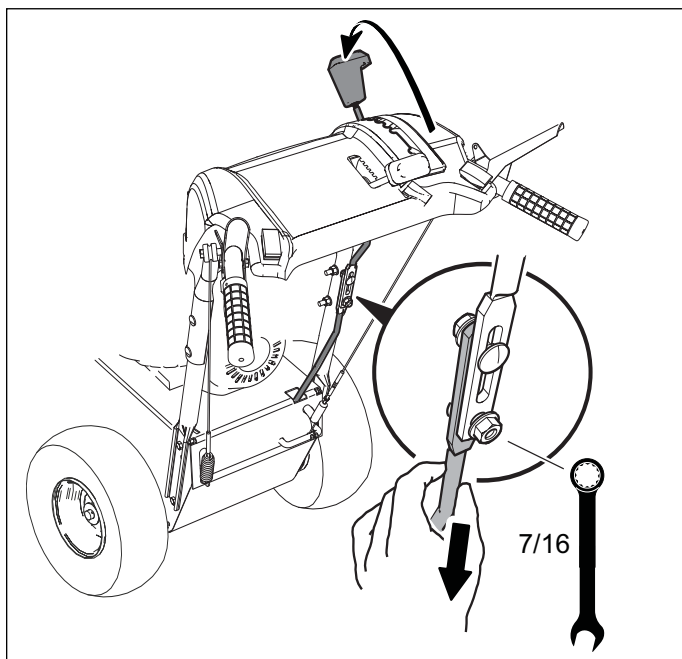

Figura 19. Tiranteria del cambio
1. Allentare i due dadi (vedere Figura 19).
3. Spingere l'asta inferiore nell'alloggiamento e serrare i due dadi. Non sollevare o abbassare le aste nel corso del serraggio. Controllare che gli spallamenti dei dadi a testa tonda (B) siano inseriti nelle scanalature.